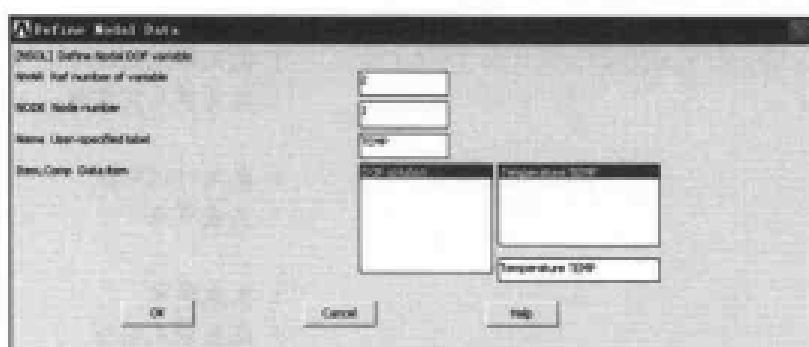

图 10-73 定义节点变量对话框
(1) 选择 Utility Menu | PlotCtrls | Style | Graphs | Modify Axes 命令,出现 Axes Modifications for Graph Plots 对话框,在 [/AXLAB] X-axis label 文本框输入 X 轴标记 TIME(hour),在 [/AXLAB] Y-axis label 文本框输入 Y 轴标记 TEMP,其余选项均采用默认设置,单击 OK 按钮关闭该对话框。
(2) 选择 Main Menu | TimeHist Postpro | Define Variables 命令,出现 Defined Time-History Variables 对话框,单击 Add 按钮,出现 Add Time-History Variable 对话框,选中 Nodal DOF result 单选按钮,单击 OK 按钮,出现 Define Nodal Data 菜单,在文本框中输入 1,单击 OK 按钮,出现 Define Nodal Data 对话框,参照图 10-73 对其进行设置,单击 OK 按钮关闭该对话框。